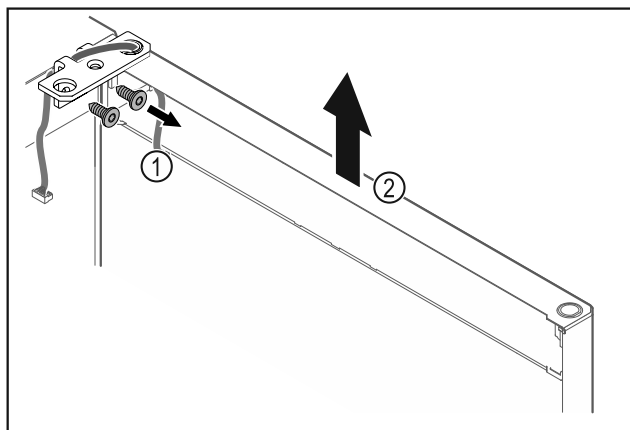

Fig. 25
- Odšroubujte úhelník závěsu Fig. 25 (1).
- Zvedněte dvířka včetně úhelníku závěsu Fig. 25 (2) přibližně 200 mm rovně směrem nahoru a vyměňte je.